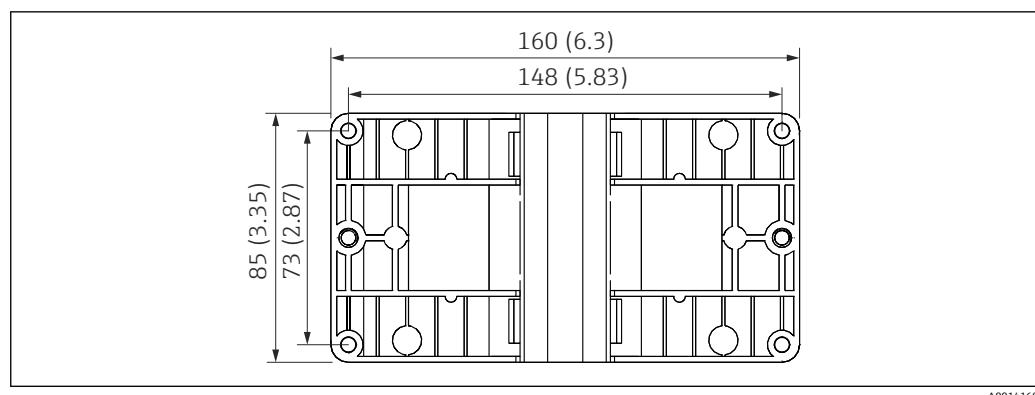
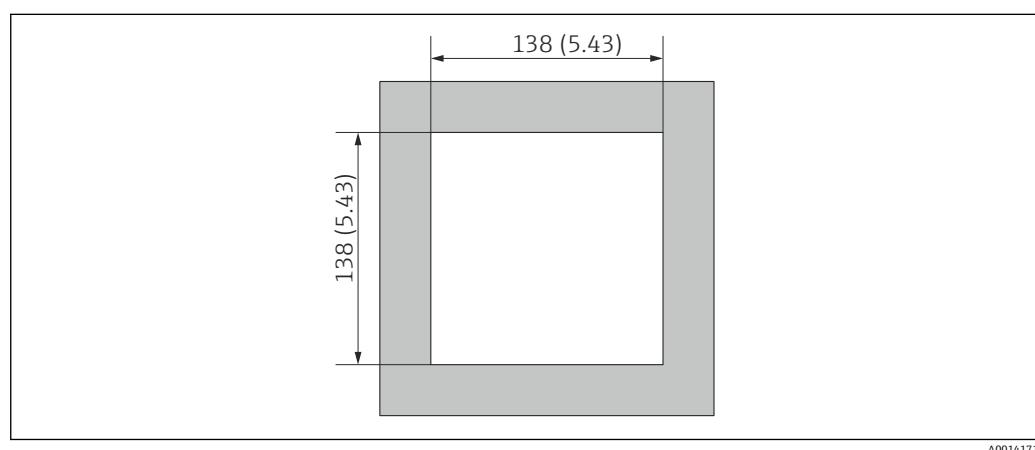
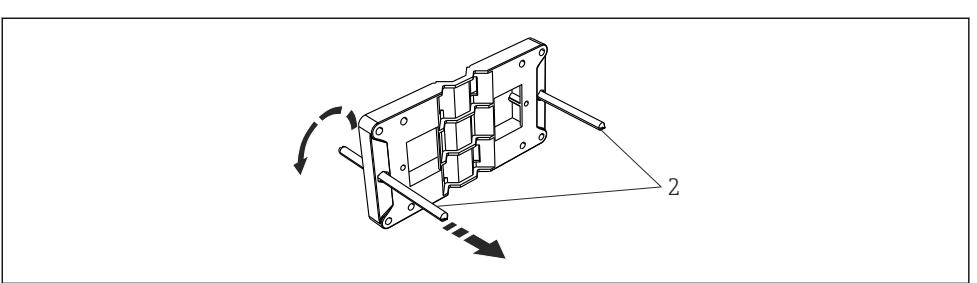

图 5 墙装、管装和盘装用安装板的尺寸, 单位: mm (in)
图 6 面板开孔尺寸, 单位: mm (in)
图 11 准备用于盘装的安装板
1. 使用安装板作为安装孔的模板, 尺寸 → 图 5, 图 11
1. 使面板开孔达到所需规格, 尺寸→ 图 6, 图 11
将螺杆 (图中编号 2) 拧入安装板 (尺寸→ 图 5, 图 11) 。
将钢带穿过安装板（尺寸→图 5, 图 11）并一同固定到管道上。